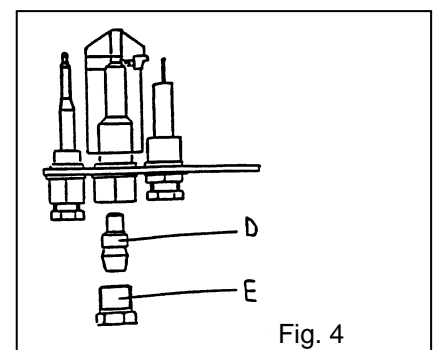

Fig. 4
5.2 Sustitución de los inyectores de la llama piloto (Fig. 4)